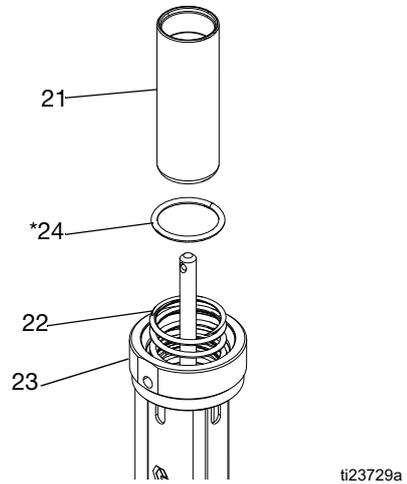

FIG. 15
- Deslize o pistão de ar (21) para fora da parte superior da base do motor pneumático (23). Retire o o-ring (24*) da base do motor pneumático. Inspeccione todas as peças, incluindo a mola (22) na base do motor pneumático, quanto a danos. Consulte a FIG. 15.